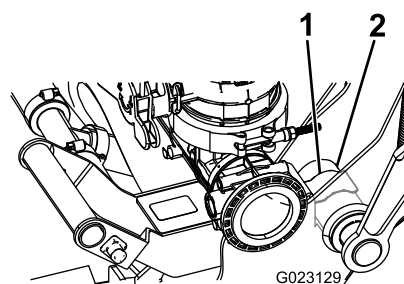

Figura 13
- D. Empuje hasta que el clip de resorte se enganche en el tubo de giro, según se muestra en Figura 13.